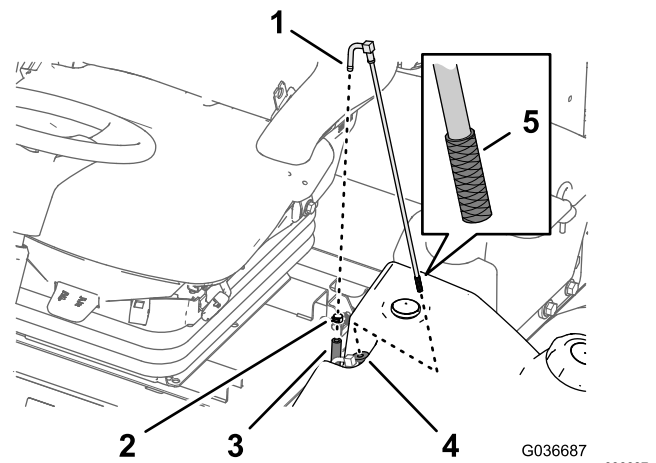

Bild 65
2. Schließen Sie den Schlauch vom Anschlussstück ab (**Bild 65**).
3. Nehmen Sie den Kraftstoffansaugschlauch vom Kraftstofftank ab (**Bild 65**).
4. Reinigen Sie das Sieb am Ende des Kraftstoffansaugschlauchs (**Bild 65**).
5. Stecken Sie den Kraftstoffansaugschlauch durch die Gummibüchse in den Kraftstofftank (**Bild 65**).
1. Entfernen Sie die Schlauchklemme, mit der der Kraftstoffzulaufschlauch am Anschlussstück des Kraftstoffansaugschlauchs befestigt ist (**Bild 65**).